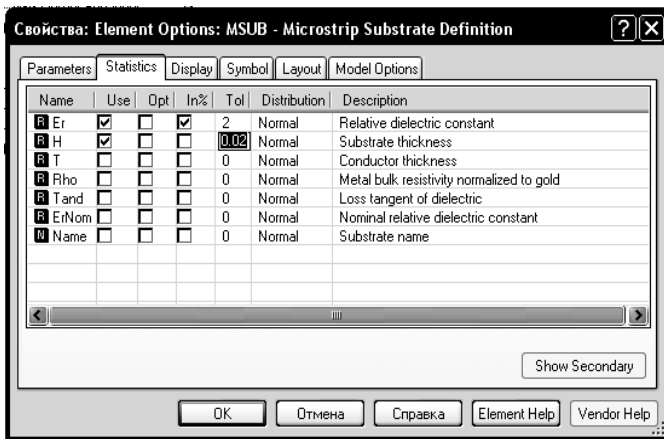

Рис. 3.44
0.02 (рис. 3.44). Нажмите **OK**.